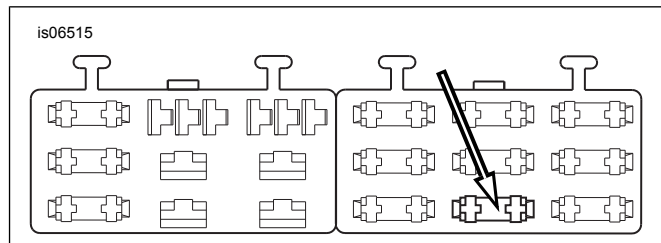

Figura 6. Cavidade do bloco de fusíveis "OPEN" (aberta) (modelos Dyna ano 2004 e posteriores)
4. Veja Figura 6. Localize a cavidade do fusível (1) com a etiqueta "OPEN" no suporte elétrico. Há um terminal em apenas um lado dessa cavidade. No lado traseiro, insira o terminal no fio adaptador laranja/branco no lado aberto da cavidade até que pare. Consulte um terminal próximo instalado na fábrica para comparar e verificar a orientação e a profundidade corretas.